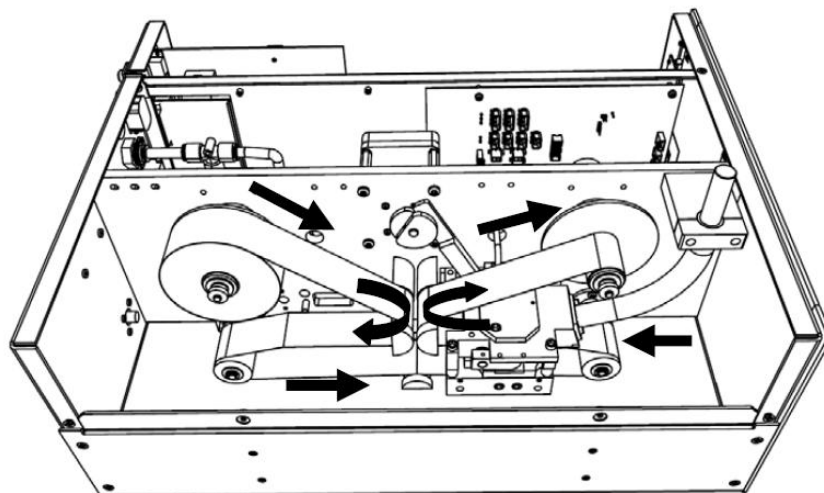

Abb. 10–3. Verlauf des Filterbands
6. Als letzten Schritt der Installation der SHARP-Optik-Anschlusskonsole bitte den 4-pol. Stecker an der “SHARP 1” Buchse auf der Mess-Interface-Karte anschließen (siehe auch Abb. 10–4).